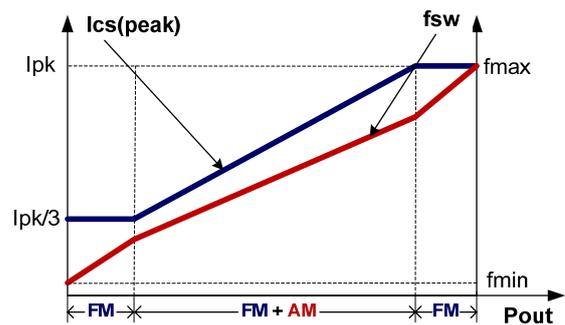

图 4
③ 多模式恒压工作
如图 4 所示, 为了满足严苛的平均效率和待机功耗要求, SP2500 采用了调幅控制 (AM) 和调频控制 (FM) 结合的多模式控制技术。